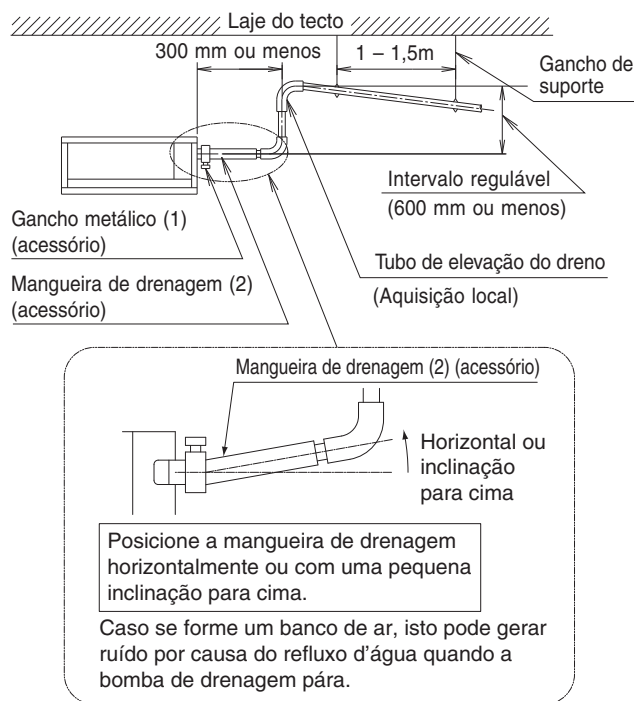

Fig. 13
- Coloque horizontalmente a tubagem de elevação da drenagem e certifique-se de que não fica a mais de 300 mm da unidade. (Consulte a Fig. 13)